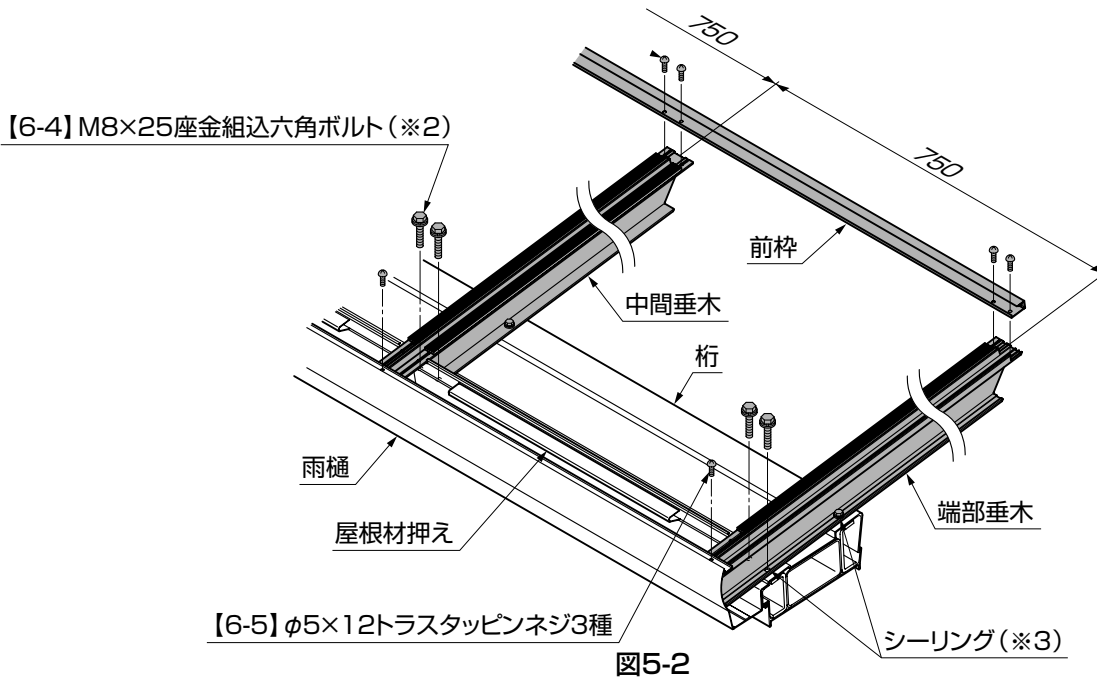

図5-2
- 垂木芯々寸法が750mmが確認してください。(図5-2参照)
- ⑤垂木を【6-5】で雨樋に取付けてください。
- ⑥仮止めしていた【6-4】と【6-5】を本締めしてください。